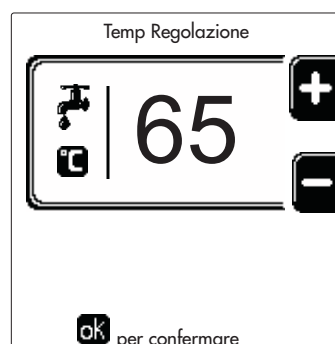

fig. 16
- **ON**. In caso di richiesta Riscaldamento/Sanitario, la caldaia lavora alla Temperatura di Regolazione Riscaldamento/Sanitario (fig. 14/fig. 16) impostata.
- **••**. In caso di richiesta Riscaldamento/Sanitario, la caldaia lavora alla Temperatura di Regolazione Ridotta. La temperatura Ridotta si ottiene sottraendo il valore della Temperatura Regolazione Riduzione (fig. 15/fig. 17) alla Temperatura di Regolazione Riscaldamento/Sanitario (fig. 14/fig. 16) impostata.